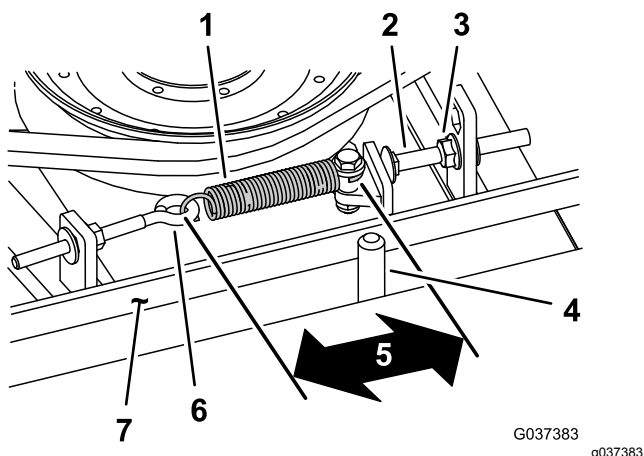

Figura 113
Cuando está correctamente tensado, la longitud en el interior del muelle de extensión (entre ganchos) debe ser de 8,3 cm a 9,5 cm aproximadamente. Una vez que haya obtenido la tensión correcta del muelle, ajuste el perno de tope (perno de cuello cuadrado) hasta que quede aproximadamente 2–5 mm de holgura entre la cabeza del perno y el brazo tensor (Figura 113).
Nota: Asegúrese de que la correa está colocada en el lado del muelle de la guía de la correa (Figura 113).
- Afloje el perno de ojal (Figura 113).
- Afloje la tuerca con arandela prensada que fija el perno de tope a la pestaña de montaje, y aparte la polea tensora de la correa (Figura 113).
- Conecte el muelle de extensión (Figura 113) al perno de ojal y tense la correa de la siguiente manera: